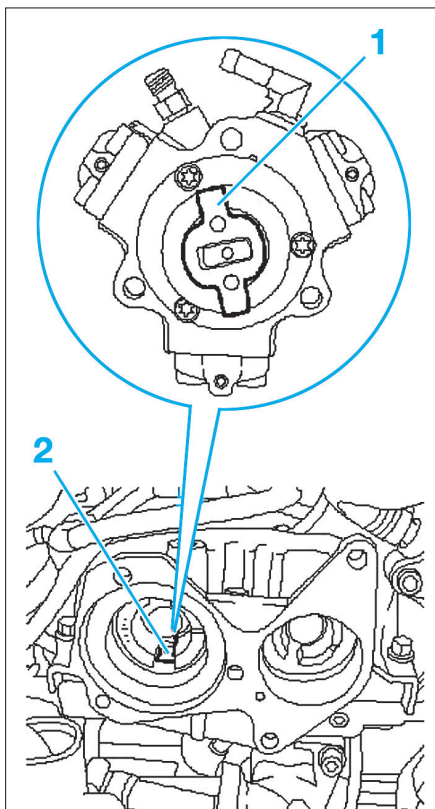

FIG. 29
- Mettre en place la pompe en positionnant l'engrenage (1) de la pompe dans l'encoche d'arbre à cames (2) (Fig.29).